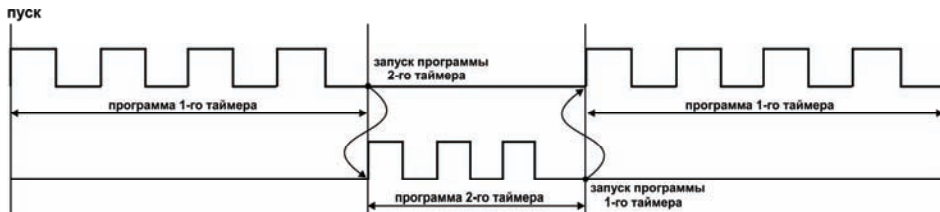

Рисунок 20
3.1.6.7 При « $rEst$ »=6 (установка возможна только при значениях « LnP »=1, 2 или 3) в случае завершения выполнения программы таймера 1 произойдет запуск или перезапуск таймера 2. В свою очередь завершение выполнения программы таймера 2 приведет к запуску или перезапуску таймера 1 (рисунок 20).